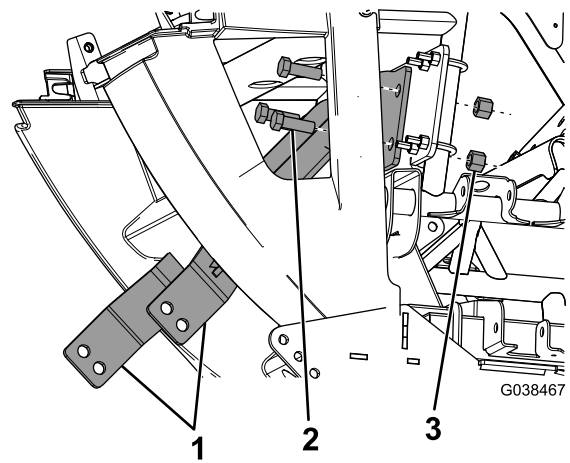

**Figure 9**
8. Fixez légèrement le support supérieur au véhicule à l'aide de 4 petits étriers filetés et 8 contre-écrous (5/16 po), comme montré à la Figure 9.